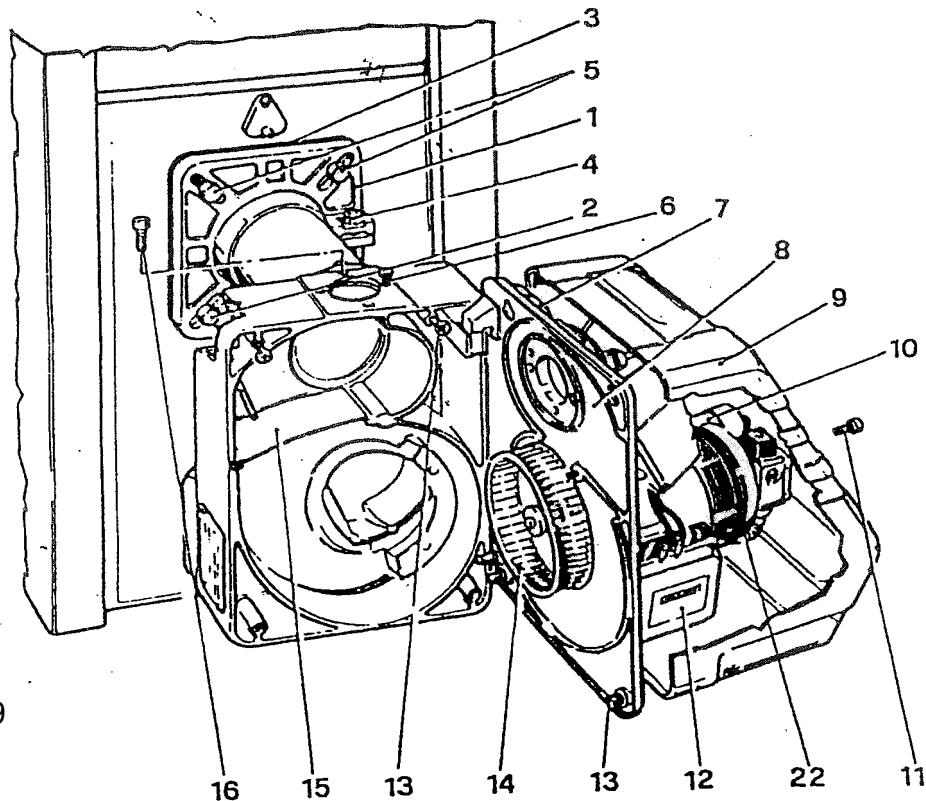

Fig. 19
NOTA: Daca vreti sa faceti o curatare si verificare a componentelor capului de ardere este recomandabil sa slabiti cele doua suruburi (6) de blocare a racordului de alimentare cu GAZE (vezi fig. 19).